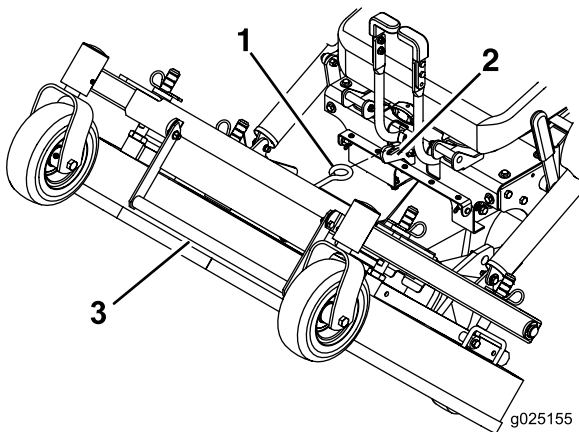

Figura 12
- Utilizzando la maniglia di sollevamento del piatto di taglio, sollevate e bloccate il piatto in posizione sollevata (il blocco è situato nella parte anteriore centrale del sedile) come mostrato in Figura 12.
- Afferrando saldamente la maniglia di sollevamento del piatto, sganciate il fermo del piatto di taglio dalla macchina e abbassate lentamente il piatto a terra (Figura 12).